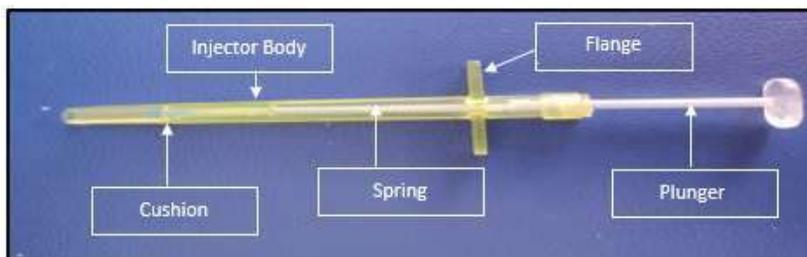

Figure 1.2 Corps de l'injecteur - piston, ressort et coussin
L'injecteur se compose principalement du corps de l'injecteur, d'un plongeur et d'un ressort, comme le montre la figure 1.2 ci-dessous. Le corps de l'injecteur est un corps extérieur en ABS (TR). Et le piston est fabriqué en polycarbonate. La fonction du piston est de pousser la lentille vers l'avant à l'aide du ressort qui y est attaché. Une bride est conçue sur le corps de l'injecteur pour maintenir l'injecteur tout en